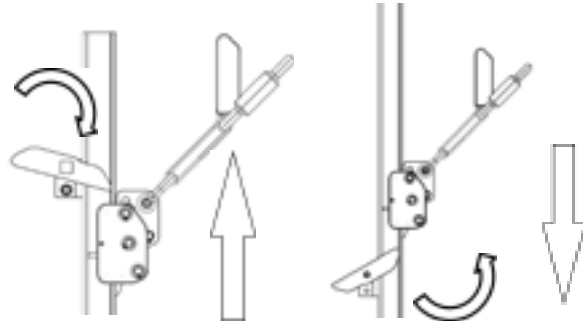

Abb. 18 Ausstieg aus der Steigschutzschiene
1. Aus gesicherter Position den Sicherungsläufer am Schüssel (1) und am Grundkörper (2) halten und den Hebel der Endanschläge entgegen der Wirkrichtung schwenken (Abb. 18), damit der Sicherungsläufer die Position der Endschläge überfahren und aus der Steigschutzschiene geführt werden kann.